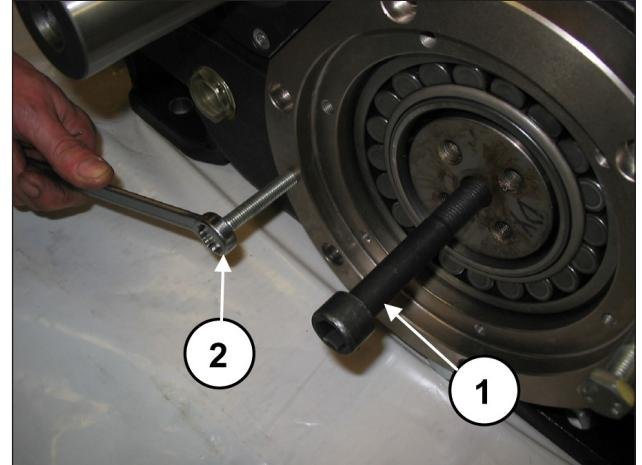
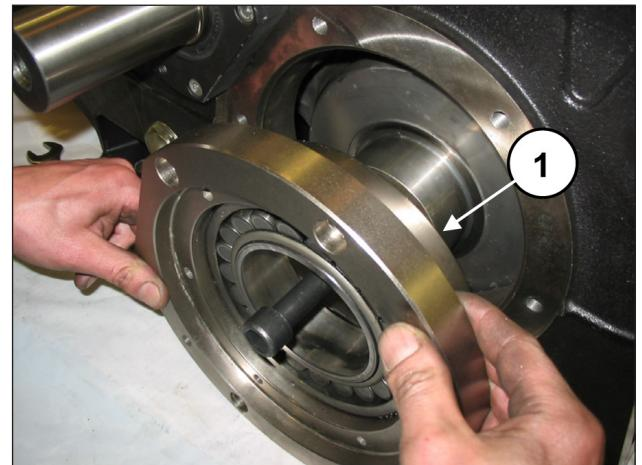

Fig. 23
Fig. 24
Aplicar un perno roscado M16 en un extremo del eje acodado (pos. ①, Fig. 23) y, manteniéndolo levantado, extraer la tapa portacojinetes junto con la junta tóricas (pos. ①, Fig. 24). Para facilitar el desmontaje, utilizar 2 tornillos prisioneros o tornillos M10 (pos. ②, Fig. 23) como extractores.